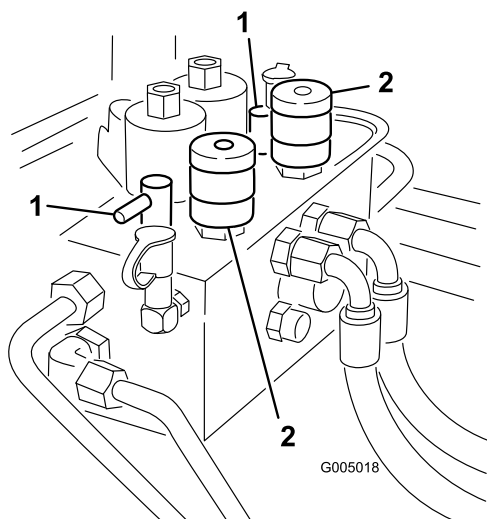

Figura 85
3. Localice los mandos de selección de la velocidad del molinete y los mandos de autoafilado (Figura 85). Gire el/lo(s) mando(s) de autoafilado deseado(s) a la posición de autoafilado y ponga el/los mando(s) deseado(s) de selección de la velocidad del molinete a la posición 1.